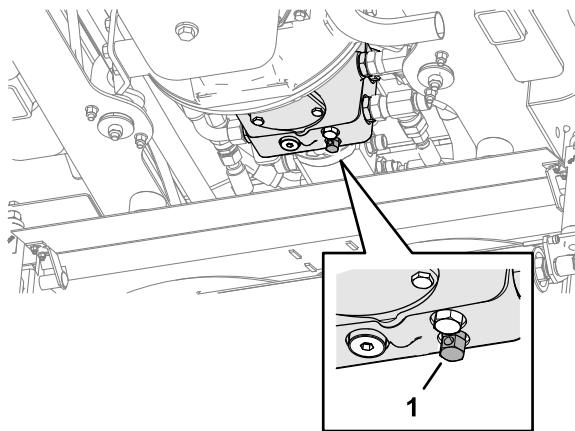

Bild 43
1. Lösen Sie die hydraulische Betriebsbremse, indem Sie das Sicherheitsventil, das unter der Getriebepumpe sitzt, um maximal drei Umdrehungen nach links drehen (Bild 43).